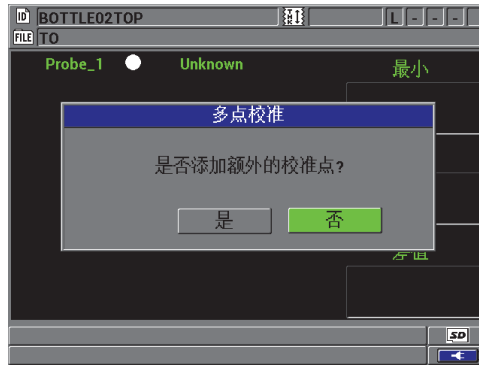

图 4-10 添加额外校准点
7. **额外（多点）校准点**：仪器会询问用户是否要添加额外校准点（参见第 84 页的图 4-10）。选择**否**将完成标准（基本）校准；选择**是**（多点），用户可最多添加 8 个额外校准点。